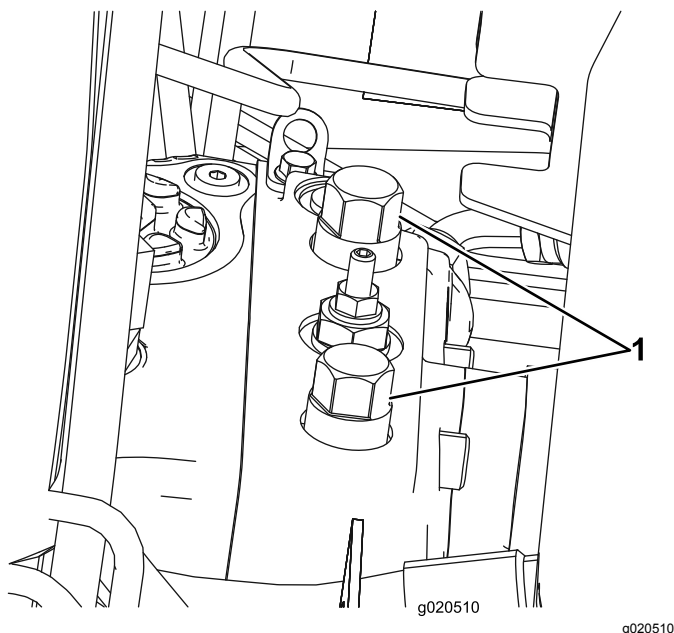

Figure 50
1. Ouvrez le capot et localisez les vannes de dérivation (Figure 50) au sommet de la pompe, derrière la batterie/les bacs de rangements.